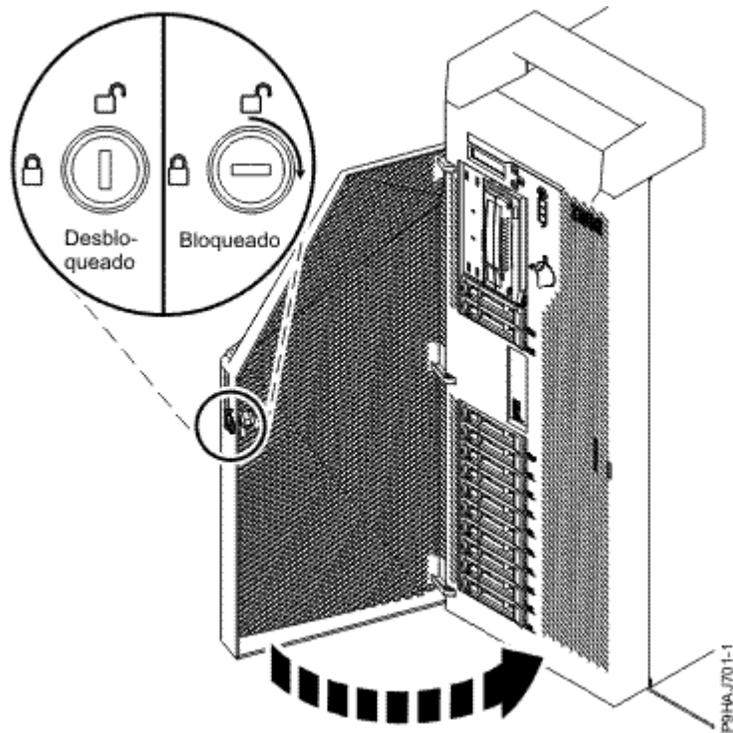

Figura 92. Cierre de la puerta frontal
- e) Cierre la puerta frontal. Inserte la llave de la puerta frontal en la cerradura, como se muestra en la Figura 92 en la página 97. Gire la llave hacia la derecha (en el sentido de las agujas del reloj) para cerrar la puerta. En posición horizontal está cerrada, en posición vertical está abierta.